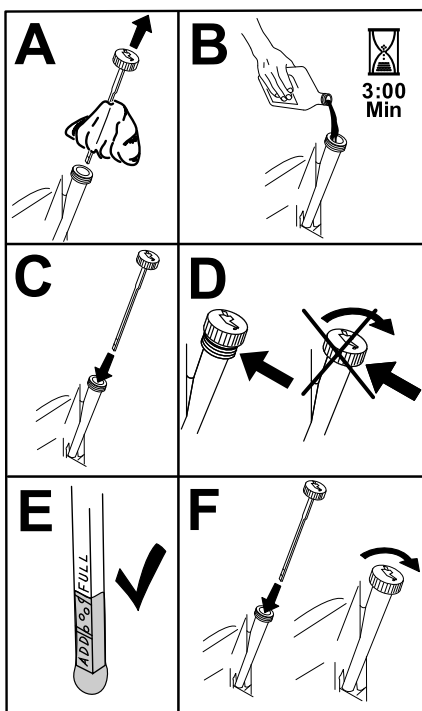

Figura 18
5. Versate lentamente circa l'80% dell'olio specificato nel tubo di riempimento e aggiungete lentamente l'olio aggiuntivo per portare il livello al segno di pieno (Figura 18).
3. Riempite la coppa con il tipo corretto dell'olio nuovo (Figura 18).